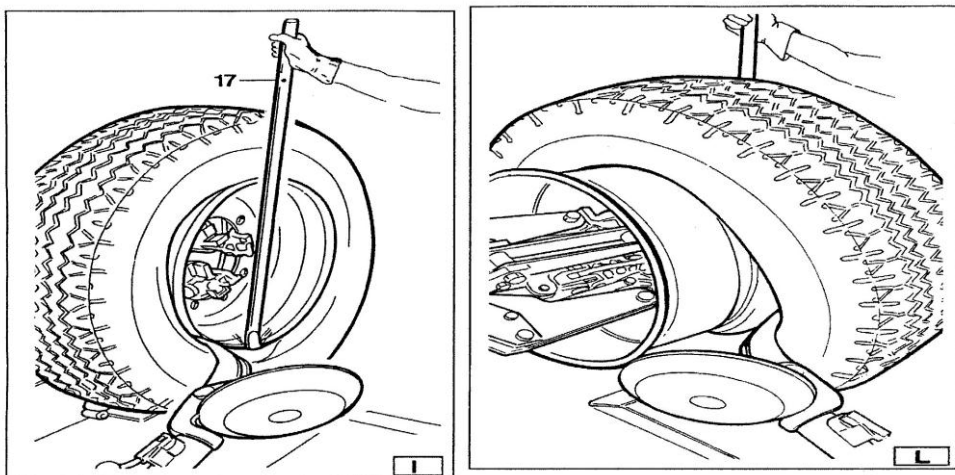

Рисунок 10. Демонтаж шины
- Вращайте колесо и вставьте монтажную лопатку между ободом и шиной, при помощи её заведите рабочий крючок между ободом и шиной (Рис.10-I).
- Вставьте рычаг BL(17,рис.10-I) между ободом и шиной с правой стороны колеса.
- Установите съемный крючок с другой стороны колеса, продев его между ободом и шиной (Рис.10-L). Переместите крючок, чтобы отжимная тарелка уперлась в обод колеса, для облегчения можно вращать колесо.